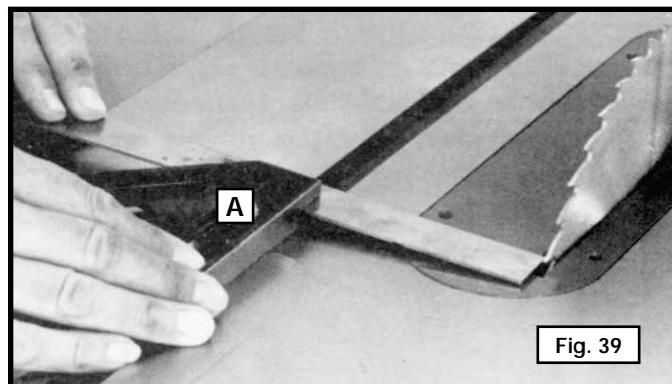

Fig. 39
1. Coloque una escuadra de combinación (A), Fig. 39 en el banco con un borde de la escuadra en la ranura del calibrador de inglete. Ajuste la escuadra de manera que la regla toque uno de los dientes en la hoja de la sierra en la posición delantera (Fig. 39). Bloquee la escuadra.